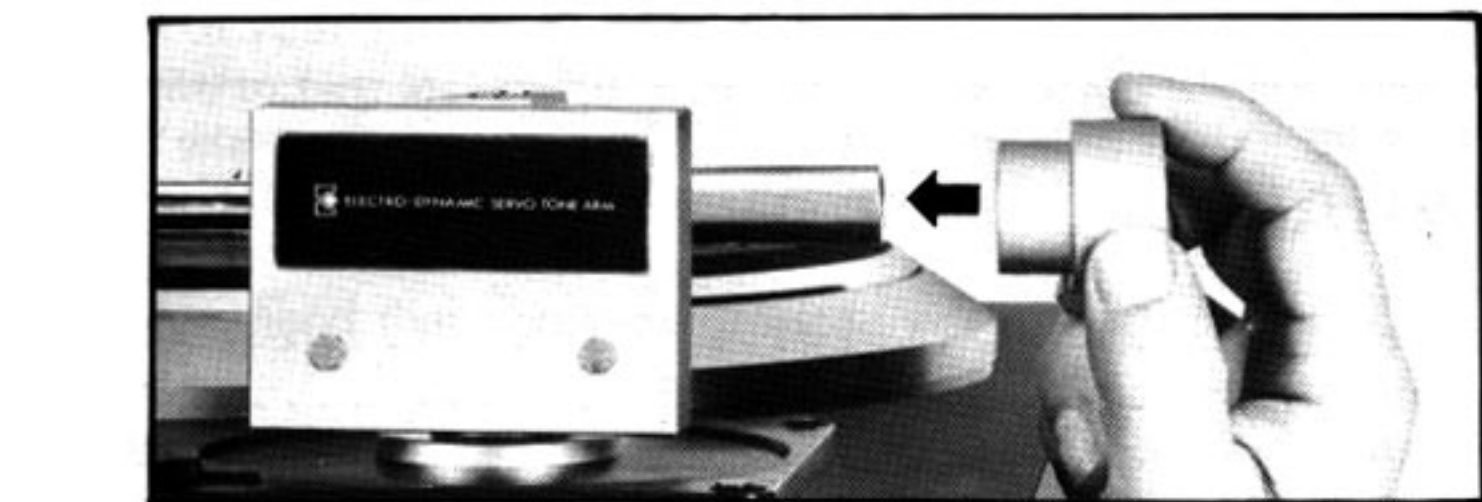

Fig. 3 Abb. 3
3. Slide the main weight (13) onto the weight axis as close to the tonearm base as possible. (Fig. 3)
2. Entfernen Sie die Verpackungsecken (⑩ – ⑪) und die anderen Teile (⑥–⑨).
3. Schieben Sie das Hauptgewicht (⑫) auf die Gewichtsachse, so nahe wie möglich zum Tonarmsockel (Abb. 3).
2. Enlever les angles d'emballage (⑩ – ⑪) et les autres pièces (⑥–⑨).
3. Faire glisser le contrepoids principal (⑫) sur l'axe de façon à ce qu'il soit placé le plus près possible de la base du bras de lecture. (Fig. 3).